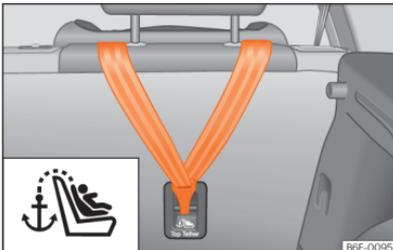
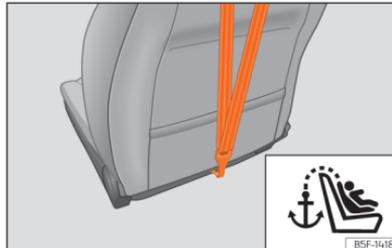

Abb. 42 Rückseite der Rücksitzbank: Halteösen für den Top Tether Haltegurt.
Abb. 43 Rückseite der Beifahrersitzlehne: Verankerung für den Top Tether Haltegurt.
Kindersitze mit dem Top Tether-System sind mit einem Gurt für dessen Befestigung am Verankerungspunkt des Fahrzeugs ausgestattet. Dieser Verankerungspunkt befindet sich im hinteren Teil der Rückenlehne des Rücksitzes und des Beifahrersitzes (mit dem Symbol  gekennzeichnet) und bietet einen besseren Rückhalt >>> (Abb. 42), >>> (Abb. 43).
- Den Haltegurt verschieben und ordnungsgemäß an der Verankerung des hinteren Teils der Rücklehne befestigen »» (Abb. 42), »» (Abb. 43).